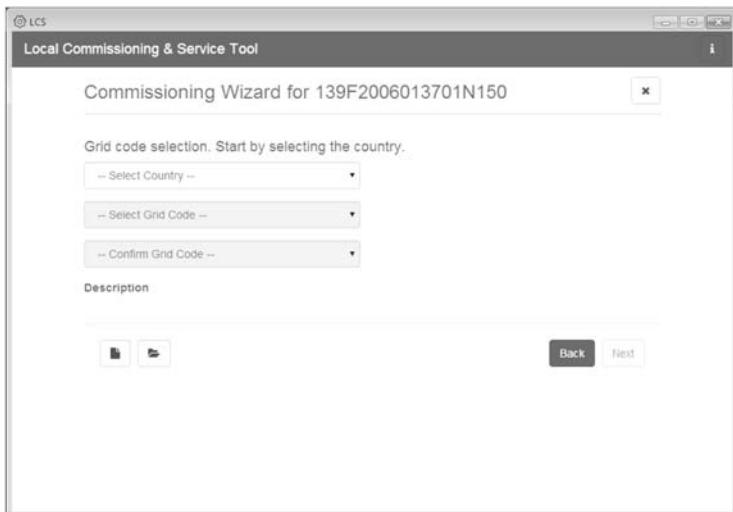

Figura 5.6 LCS-Tool – Selezionare il paese e il codice rete
7. Selezionare il paese desiderato dall'elenco delle opzioni disponibili per gli inverter nella rete. V. figura 5.6.
8. Selezionare il codice di rete desiderato da un elenco delle opzioni disponibili per il paese selezionato. Se necessario, caricare un codice di rete personalizzato facendo clic sul pulsante [Load]. V. figura 5.6. Il pulsante [Create] è inattivo e non può essere usato.